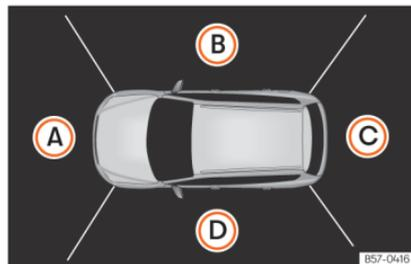

Fig. 213 Visualização do sistema de visão periférica: perspetiva aérea.
» **Fig. 213.** A perspetiva aérea pode-se selecionar pressionando sobre o *veículo* dentro da zona.
» **Fig. 213** (A) a (D) da perspetiva aérea ou da perspetiva aérea reduzida, pode-se selecionar a vista correspondente.
No ecrã do sistema de infotainment mostra-se a perspetiva aérea » **Fig. 213.** Se se pressionar o botão  circulando a mais de 15 km/h (9 mph), não se mostrará a imagem.